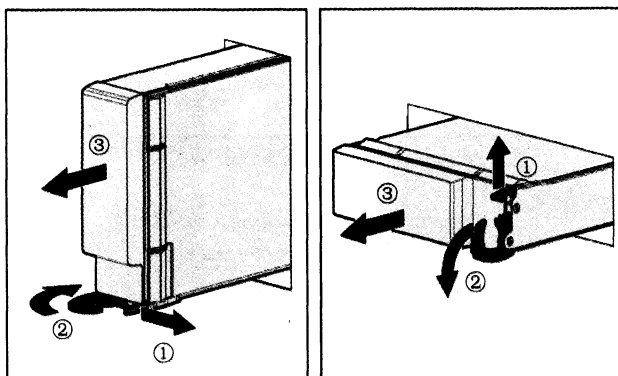

图 9-84 拔出刀片服务器
① 确认问题刀片服务器。
② 按照如图 9-84 所示拆卸刀片服务器。
③ 将刀片服务器重新安装进机箱。
- ① 确认问题刀片服务器。
- ② 按照如图 9-84 所示拆卸刀片服务器安装到其他槽位。
插拔刀片服务器是为了确认服务器安装正确,如图 9-84 所示,检查步骤如下。